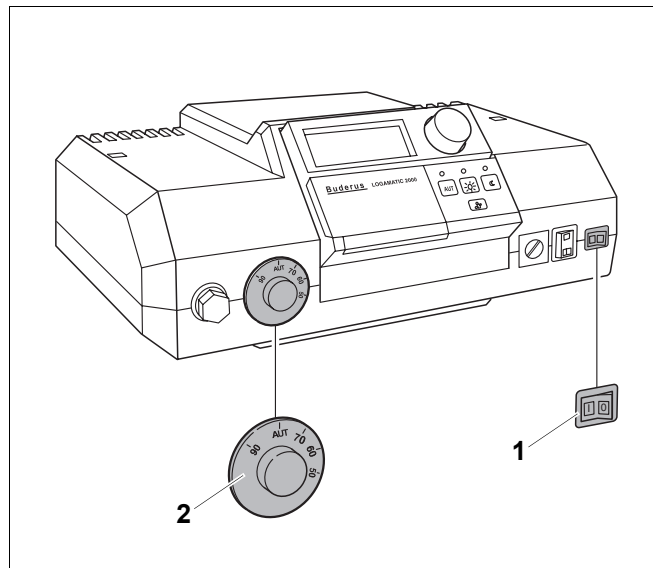
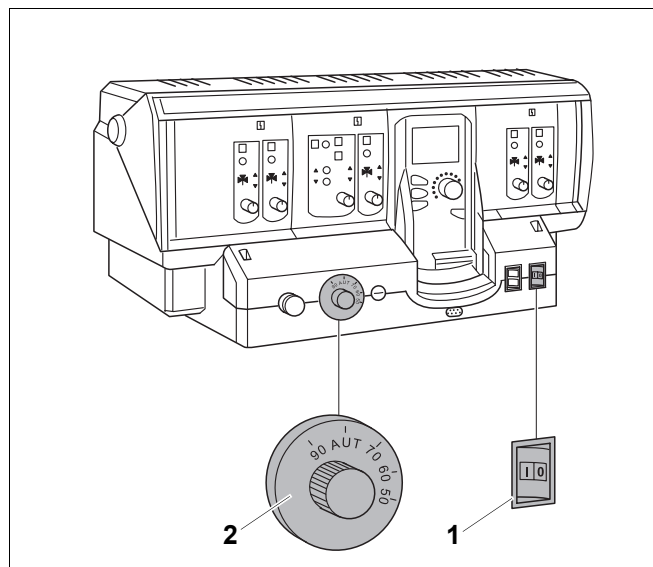

Fig. 24 Sistem de reglare Logamatic 2000
Fig. 25 Sistem de reglare Logamatic 4000
- Comutatorul de funcționare (Fig. 24, **Poz. 1** respectiv. Fig. 25, **Poz. 1**) se va poziționa pe poziția I "PORȚIT".
- Regulatorul de temperatură al apei (Fig. 24, **Poz. 2** respectiv. Fig. 25, **Poz. 2**) se va poziționa pe "OPRIT". În cazul unei reglări constante, setați temperatura (min. 65 °C) dorită.